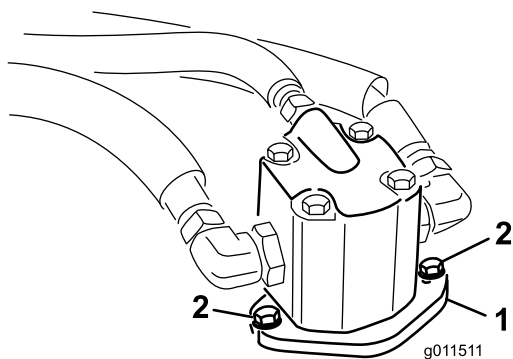

Figura 71
- Retire los pernos que sujetan el motor hidráulico a la unidad de corte (Figura 71). Retire el motor de la unidad de corte y póngalo encima de la unidad de corte.